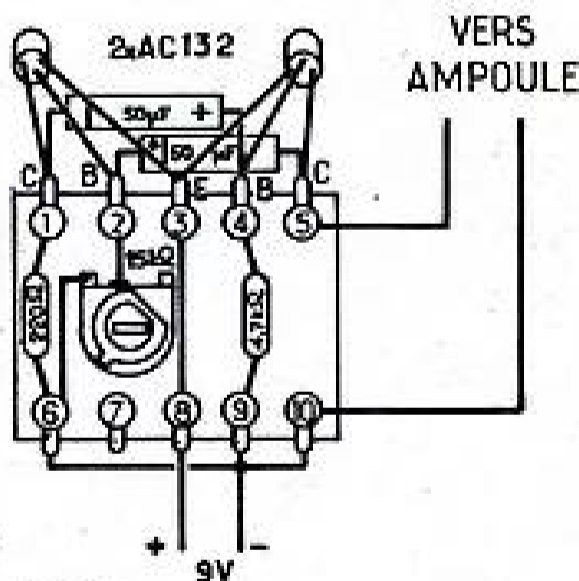

FIG. 4
dernier transfo P.I. A partir de la détection, le courant BF à ausculter peut agir directement sur l'écouteur. Un potentiomètre, un condensateur de protection et un écouteur sont alors uniquement nécessaires (fig. 4).
Le montage s'exécute une sur plaquette de bakélite de 43 x 35 mm sertie de deux rangées de 5 cosses. Le câblage est indiqué sur la figure 4. Il est très simple. On réunit par un fil nu les cosses 6, 9 et 10. On soude: un 50  $\mu$ F 12 V entre les cosses 1 et 4, un autre entre les cosses 2 et 5, une résistance de 220  $\Omega$  entre 1 et 6, une 4700  $\Omega$  entre 4 et 9 et la résistance ajustable entre 2 et 6. On relie par un fil nu les cosses 3 et 8. On met en place les transistors et pour cela on soude respectivement les fils C, B, E de l'AC132 (1) sur les cosses 1, 2 et 3 et les fils E, B, C de l'AC132 (2) sur les cosses 3, 4 et 5. On branche par un cordon souple à deux conducteurs le support d'ampoule entre les cosses 5 et 10. Par un autre cordon souple on relie le pôle négatif de la pile à la cosse 9 et le pôle positif à la cosse 8. On peut intercaler un interrupteur dans l'une ou dans l'autre de ces connexions. Si on désire réaliser un dispositif indicateur de virage mettant en œuvre deux multivibrateurs on peut remplacer l'interrupteur par un commutateur qui établit l'alimentation de l'un ou de l'autre. Il sera bon dans ce cas de prévoir une position de repos coupant l'alimentation des deux.